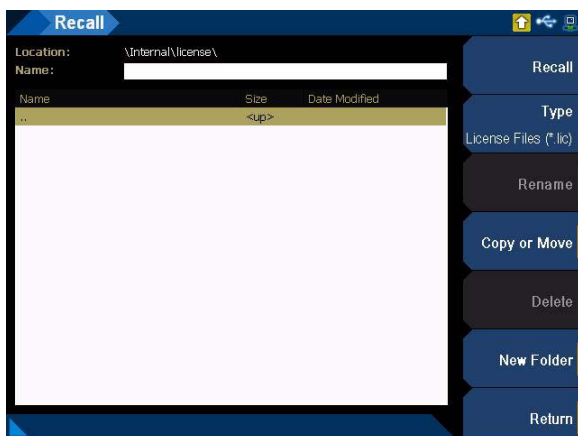

図 1-10 [Recall] メニュー・ページ
- 5 ロードする U8903B オプション・ファイルを選択し、[Recall] ソフトキーを押します (図 1-10 を参照)。